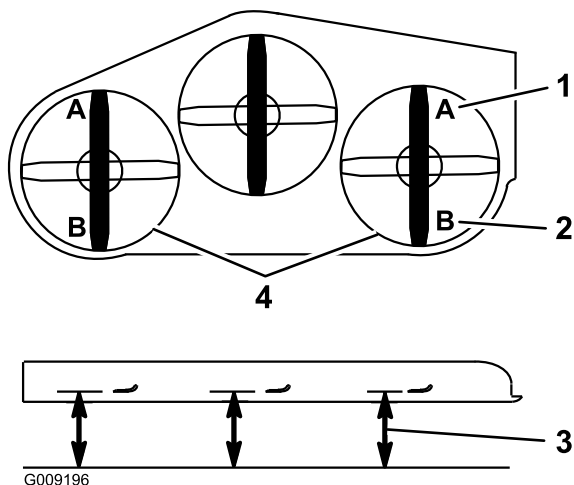

Figure 70
9. De chaque côté du plateau de coupe, mesurez la distance entre la surface plane et la pointe avant de la lame (position A). On doit obtenir un écart de 7,6 cm (Figure 70).
15. De chaque côté du plateau de coupe, mesurez la distance entre la surface plane et la pointe arrière de la lame (position B). On doit obtenir un écart de 8,3 cm (Figure 70).